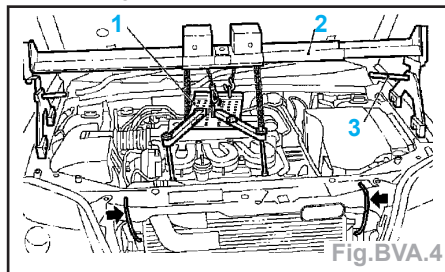

Fig.BVA.4
**Nota :** la broche (1) s'appuie sur la deuxième vis du couvre-culasse.
- Monter l'outil de support moteur **MKM-883-1** (Fig.BVA.4) :
- Monter l'outil de support moteur **MKM-883-1** (Fig. BVA.4) :